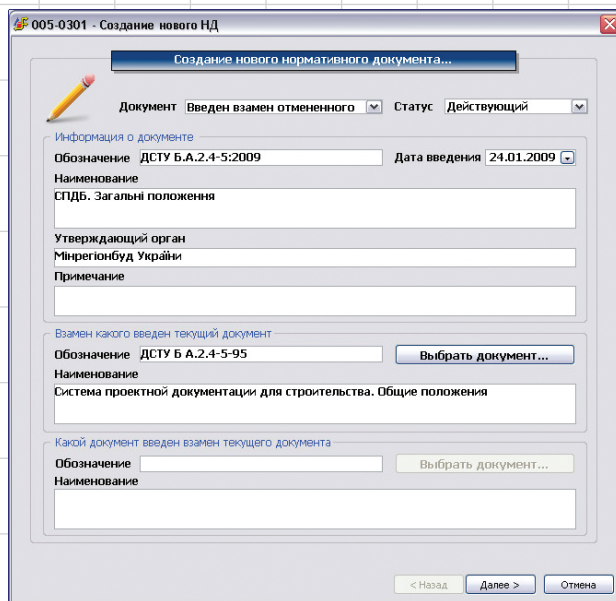

Рис. 2. Создание нового нормативного документа
- создание новых нормативных документов (рис. 2);
- обеспечение связи между отменными и актуальными документами (см. рис. 2). В зависимости от того, вводится документ впервые или взамен отменного, возможна установка связи между этими нормативами;